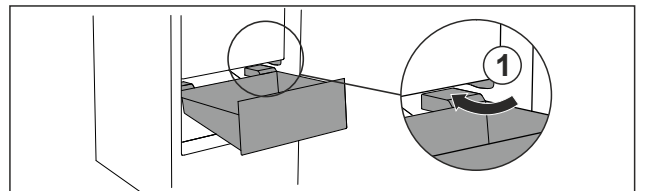

Fig. 57
- ▶ Introducir el cajón inclinado rodeando los toques Fig. 57 (1).